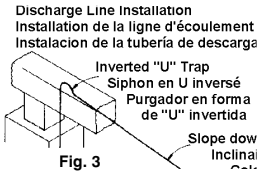

Fig. 3
1. Run flexible tubing or pipe from evaporator drain into pump inlet. Be sure inlet piping is sloped downward to allow gravity flow (Fig 3).
1. Faire sortir un tube isolant souple ou un tuyau de l'évaporateur et le brancher dans l'arrivée de la pompe. Pour permettre un bon écoulement, s'assurer que le tuyau d'admission est bien dirigé vers le bas. (Fig. 3)